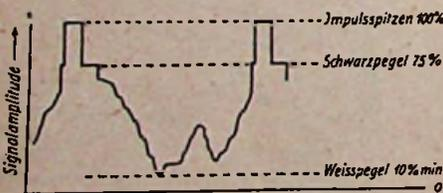

Abb. 1. Modulationsgrade für das zusammengesetzte Bildsignal
- Modulationsgrade: Für Synchronisa-tionsimpulsspitzen 100 %, für Schwarz-pegel 75 %  $\pm$  2,5 %, für hellstes Weiß mindestens 10 % der höchsten Amplitude (Abb. 1).